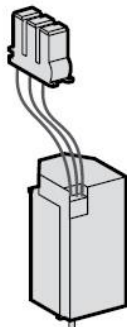

Рисунок 9 – Электромагнит включения XF
Электромагнит включения, рисунок 9, позволяет осуществлять дистанционное включение выключателя при взведенном приводе. Напряжение питания электромагнита включения XF 220(110) В постоянного или 230 (120) В переменного тока. Рабочий диапазон $0,85-1,1U_{ном.}$, потребление 200 Вт при срабатывании в течении 200 мс и 4,5 Вт при удержании.